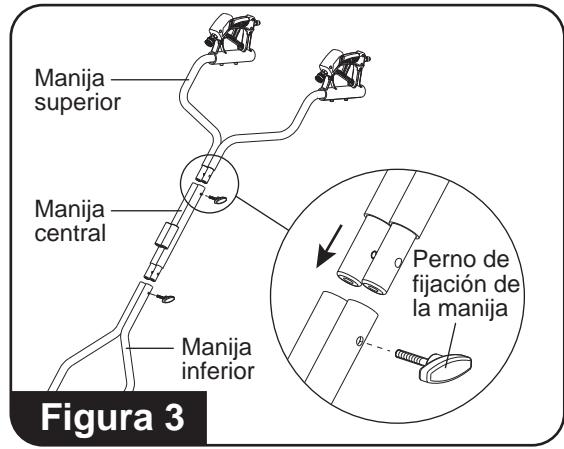

Figura 3
2. Fije la manija superior y la manija central mediante la alineación de los orificios en la manija superior y la manija central. Presione el perno de fijación de la manija a través del orificio alineado y apriete. (**Consulte la figura 3**)
3. Fije el ensamble de la manija superior y la manija central al ensamble de la manija inferior mediante la alineación de los orificios en las manijas central e inferior. Presione el perno de fijación de la manija a través del orificio alineado y apriete. (**Consulte la figura 3**)